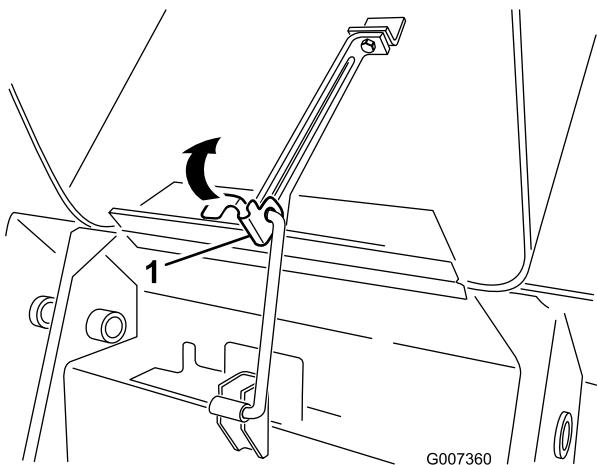

Figure 28
- Tirez la languette de fixation de la bâquille (Figure 28)